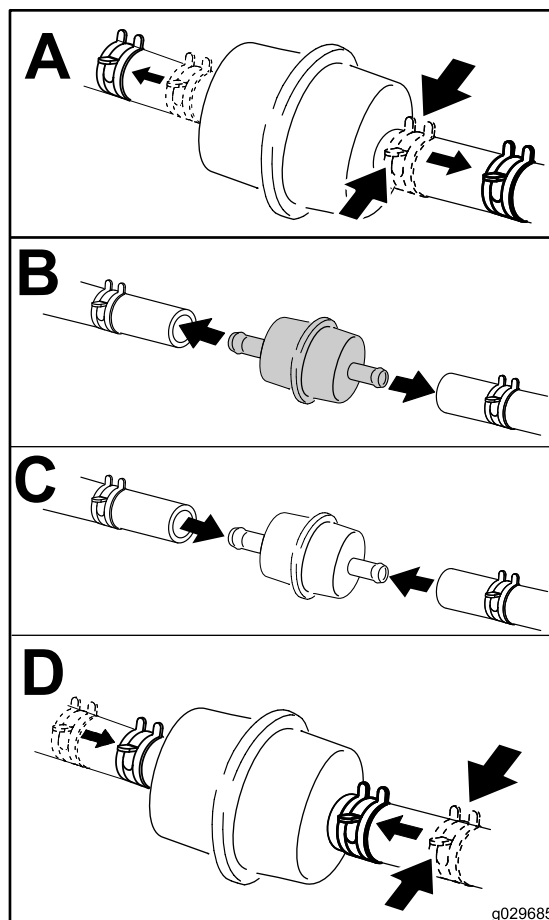

Figura 56
5. Cambie el filtro de combustible (Figura 56).